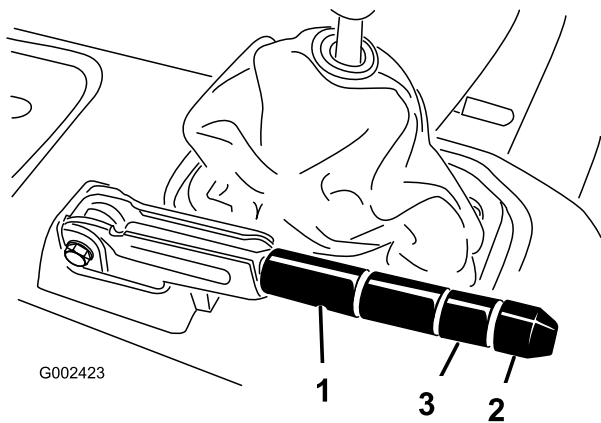

Figura 75
- Alivie o parafuso de fixação do punho à alavanca do travão de mão (Figura 75).